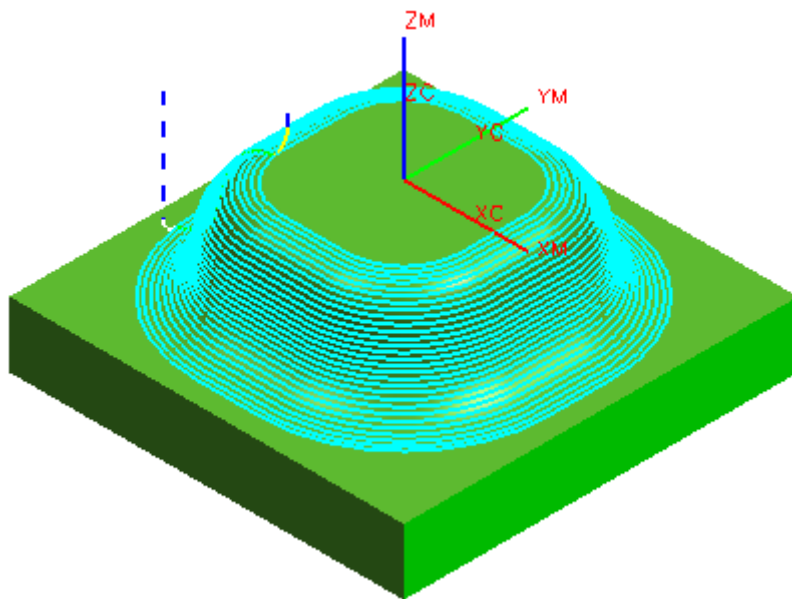

图 6-13
- 单击  生成刀轨，如图 6-13 所示，所有刀轨步距均匀。